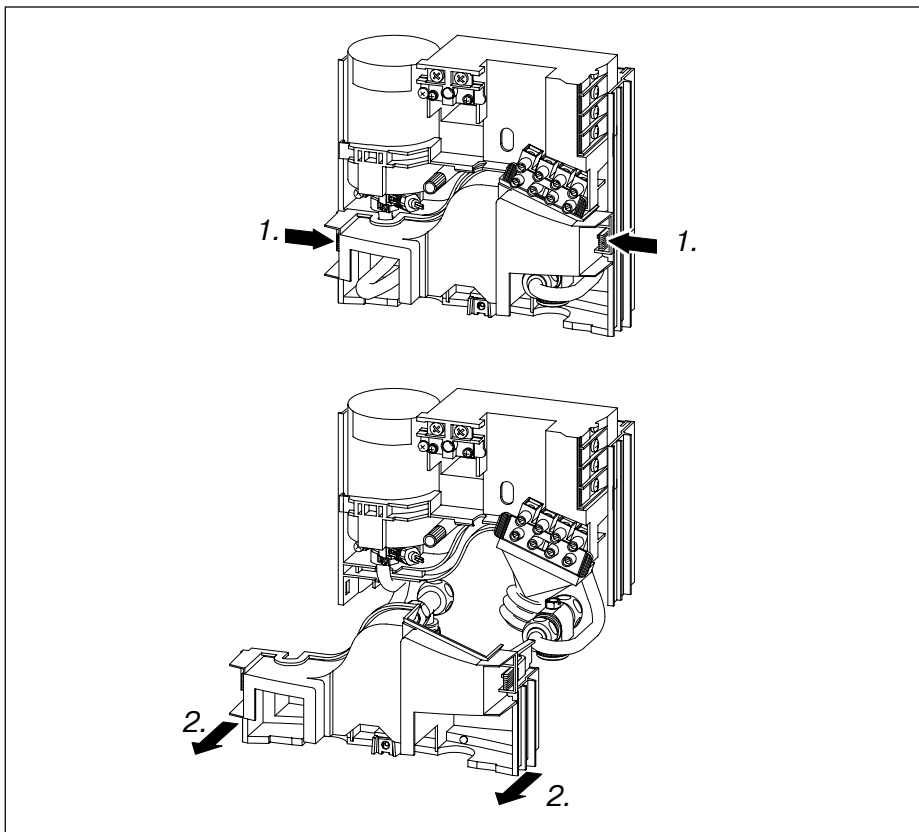

Рис. 12
- Нижнюю часть задней стенки снять за счет нажатия на фиксирующие крючки (см.рис. 12)